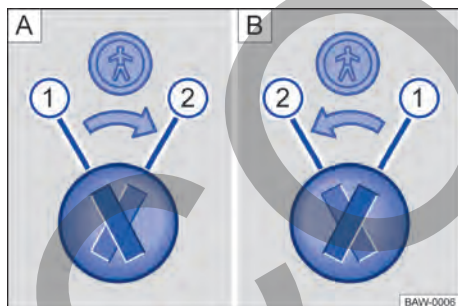

Fig. 46 Cierre de seguridad para niños: **A** puerta trasera izquierda, **B** puerta trasera derecha.
Leyenda para → fig. 46:
- Introducir la paleta de la llave en la ranura del bloqueo de seguridad para niños para activarlo o desactivarlo → fig. 46.